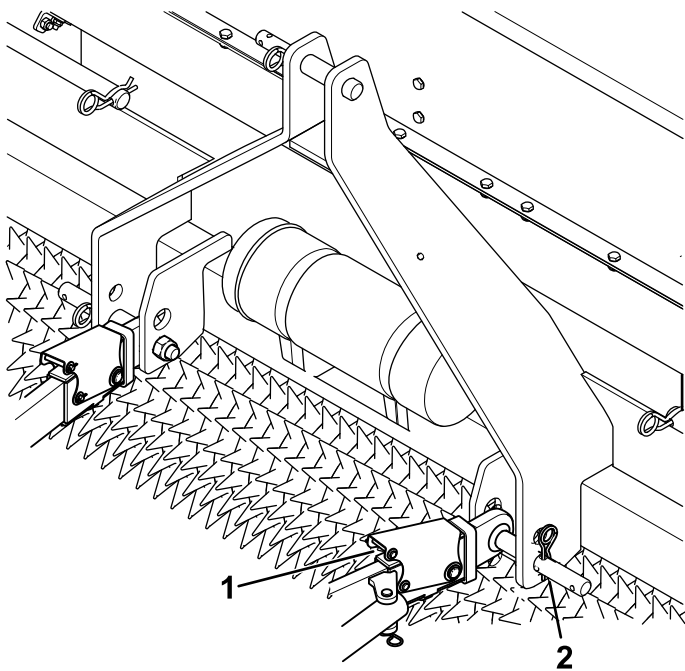

Figure 6
5. Insérez les bras d'attelage inférieurs droit et gauche sur les goupilles d'attelage (Figure 6).